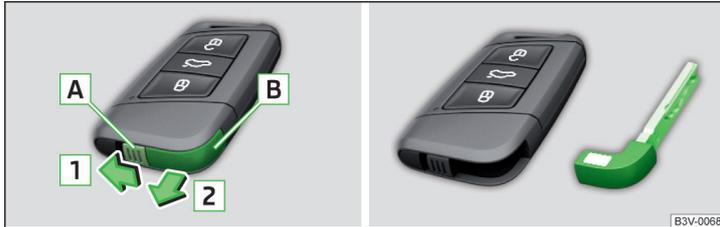

Abb. 343 Notschlüssel herausnehmen
- › Die Rastnase **A** in Pfeilrichtung **1** entriegeln und den Notschlüssel **B** in Pfeilrichtung **2** herausnehmen » Abb. 343.